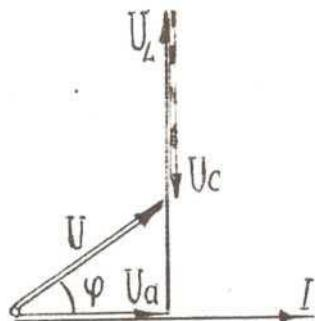

Рис.14
9) Векторная диаграмма напряжений и тока построена на рис.14.